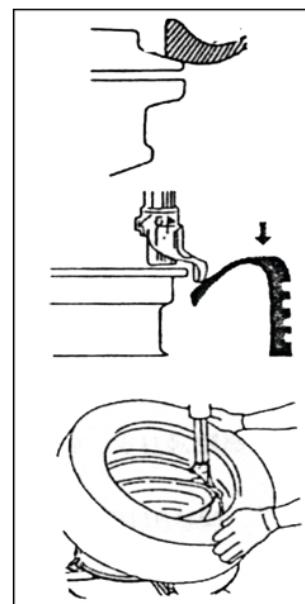

fig18
Un des côtés du pneu doit être placé sur le bord supérieur de la tête de montage / démontage (4) tandis que l'autre se place dessous, de manière à ce que le pneu entre dans la gorge de la jante (Fig. 18). Appuyez sur la pédale contrôlant le plateau (8) pour le faire tourner dans le sens des aiguilles d'une montre et monter le premier talon sur la jante.